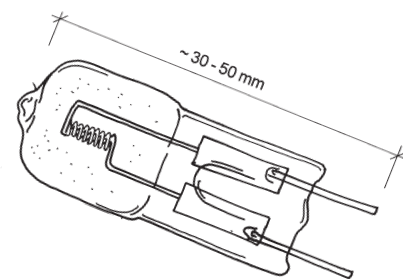

Fig. 232
- 232 *Halogenkapsler* er små, kompakte lyskilder med svært høy temperatur på glasset, se fig. 232. De bør bare benyttes i armaturer med frontglass og speiloptikk. Lampene fins i både klar og matt utførelse, for spenninger på 6, 12 og 24 V, med wattstyrke fra 5 – 100. På grunn av den høye temperaturen og UV-strålingen bør denne lampen bare benyttes i armaturer med frontglass. Dersom armaturen ikke har glass, bør vi velge lamper med UV-stopp. Lampetyperne brukes i hjemmet og særlig som lesebelysning og effektbelysning.